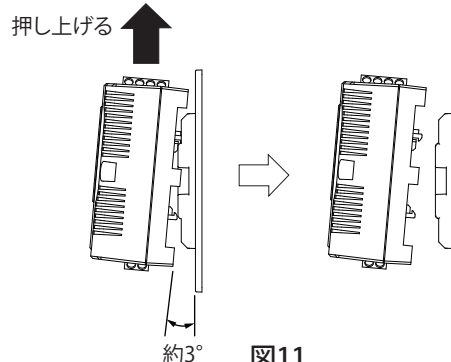

図11
- 約 3°の角度を保持した状態で上方へ押し上げます。(図 11)